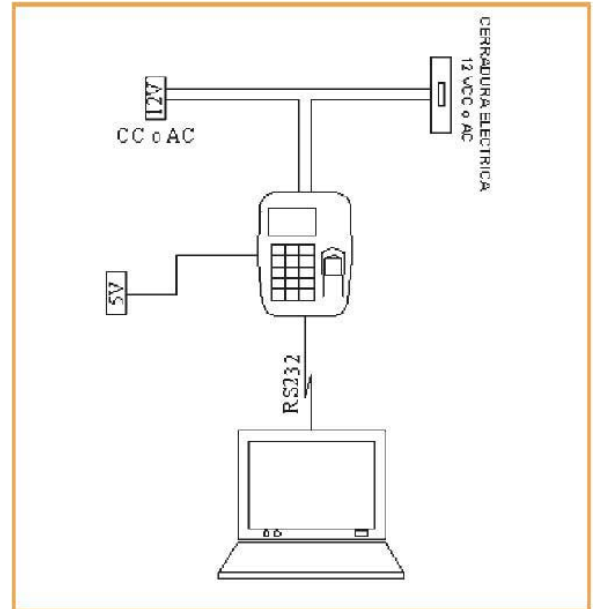

FIGURA 7
- INSTALACIÓN DE μ AFIS CONECTADO A UN ORDENADOR (FIGURA 7)